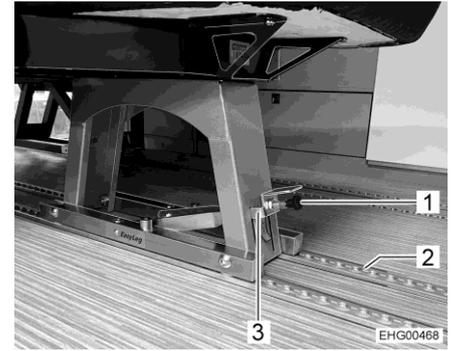

Fig. 7 Siège individuel (blocage ouvert)
- Une fois que le siège individuel/la banquette double est mis en place dans le rail (Fig. 7,2) ou déplacé jusqu'à la position désirée : Tirer la poignée (Fig. 7,1) vers l'avant.
- **Pousser l'étrier métallique (Fig. 7,3) vers le bas.**